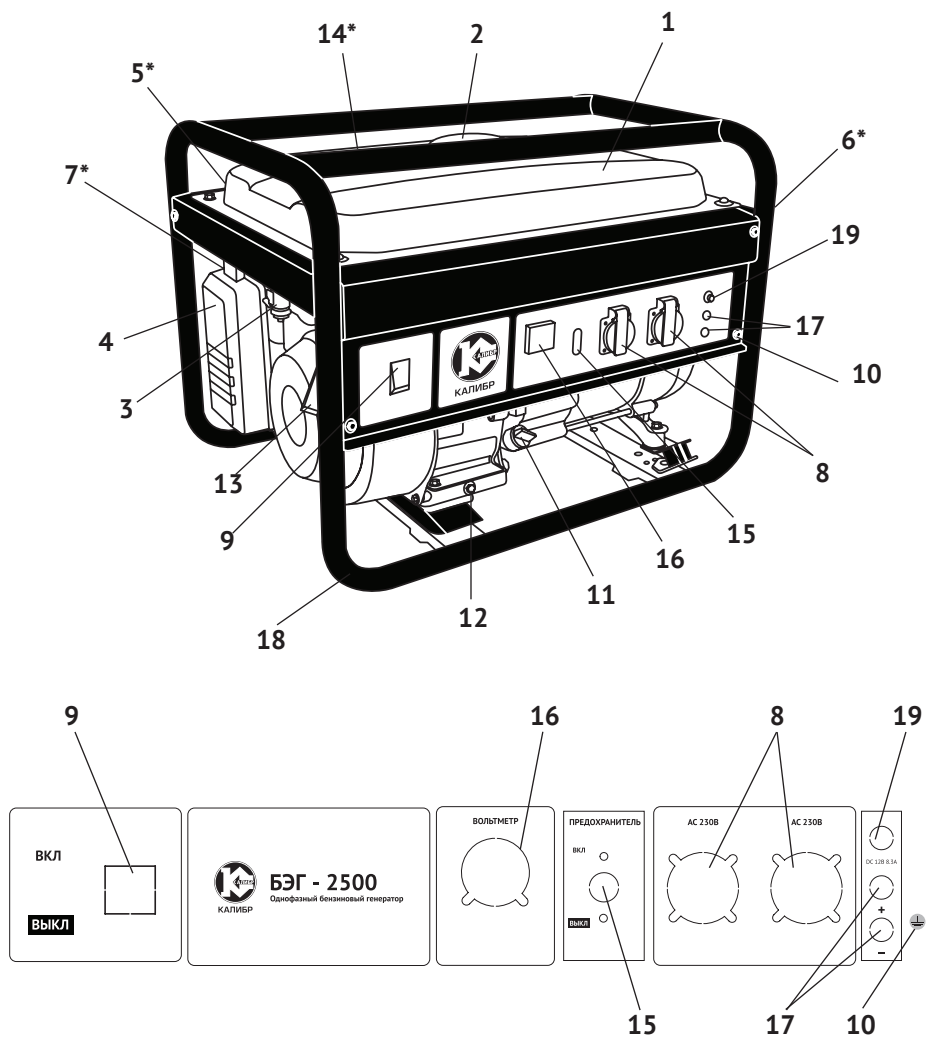

рис. 1
Коленчатый вал, приводимый во вращение возвратно-поступательными движениями поршня двигателя, передаёт крутящий момент на вал якоря генератора. Передача осуществляется через коническое сопряжение ротора генератора и вала двигателя. При этом образуется самоцентрирующаяся трёхопорная схема соединения. С обмоток статора генератора напряжение подводится: через систему стабилизации на розетки переменного тока (рис.1 поз.8); через выпрямительный блок на розетку постоянного тока (рис.1 поз.17).
3.4 Двигатель и генератор закреплены на трубчатой раме (рис.1 поз.18) через амортизаторы, что снижает вибрацию аппарата и уменьшает уровень шума при работе. Все элементы бензогенератора имеют удобный доступ для обслуживания и ремонта.
Электрическая сеть подключения потребителей относится к системе с изолированной нейтралью, предусматривающей защитное заземление открытых токопроводящих частей корпуса. В зависимости от местных условий (состав грунта, его влажность и т.п.) изменяется качество заземления. Во всех случаях защитное заземление должно иметь сопротивление не более 4-х Ом. Во время работы бензогенератора его клемма заземления (рис.1 поз.10) должна быть подсоединена к заземлителю. Практически это требование может быть реализовано следующими способами:
Выкрутите пробку-щуп из маслозаливной горловины (рис.1 поз.11) и залейте в картер масло необходимой марки до нижнего края горловины. Вставьте сухой чистый щуп в горловину картера и выньте его. Проверьте уровень масла: граница смоченной области щупа должна располагаться между отметками минимального и максимального уровней.
- перевести выключатель зажигания (рис.1 поз.9) в положение «ВКЛ.»;
- открыть топливный кран (рис.1 поз.3);
- перевести рычаг управления воздушной заслонкой (рис.1 поз.7) в крайнее левое положение «закрыто» при пуске холодного двигателя (для прогретого двигателя рычаг - в промежуточном положении);
- медленно потянуть рукоятку стартера (рис.1 поз.13) до появления сопротивления. Затем резким движением вытянуть трос до конца, повторить действие ещё раз, если двигатель не завёлся;
После прогрева двигателя в течение 10-40 секунд (в зависимости от начальной температуры), перевести рычаг воздушной заслонки (рис.1 поз.7) в крайнее правое положение «открыто».
- перевести выключатель зажигания (рис.1 поз.9) в положение «ВЫКЛ.»;
- закрыть топливный кран (рис.1 поз.3).
- наличие и величина напряжения переменного тока измеряется вольтметром (рис.1 поз.16);
При перегрузке может сработать защита генератора. Проверьте суммарную мощность подключённого оборудования. Отключите лишнее. Включите автомат защиты (рис.1 поз.15) - положение «ВКЛ.» (вверх).